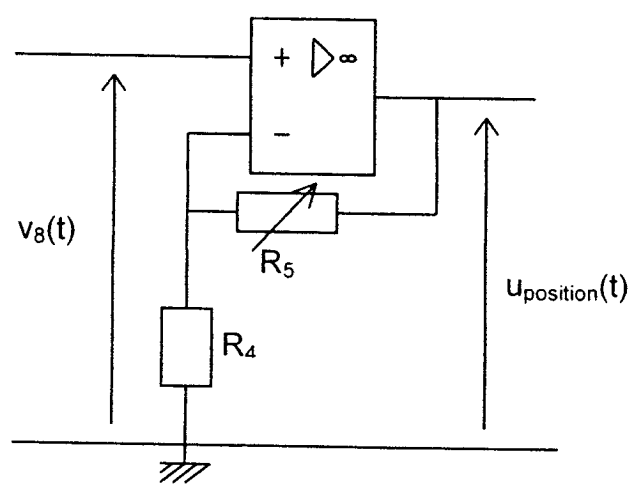

Figure 10 : montage amplificateur
4. Étude de l'amplificateur (voir figure 10)